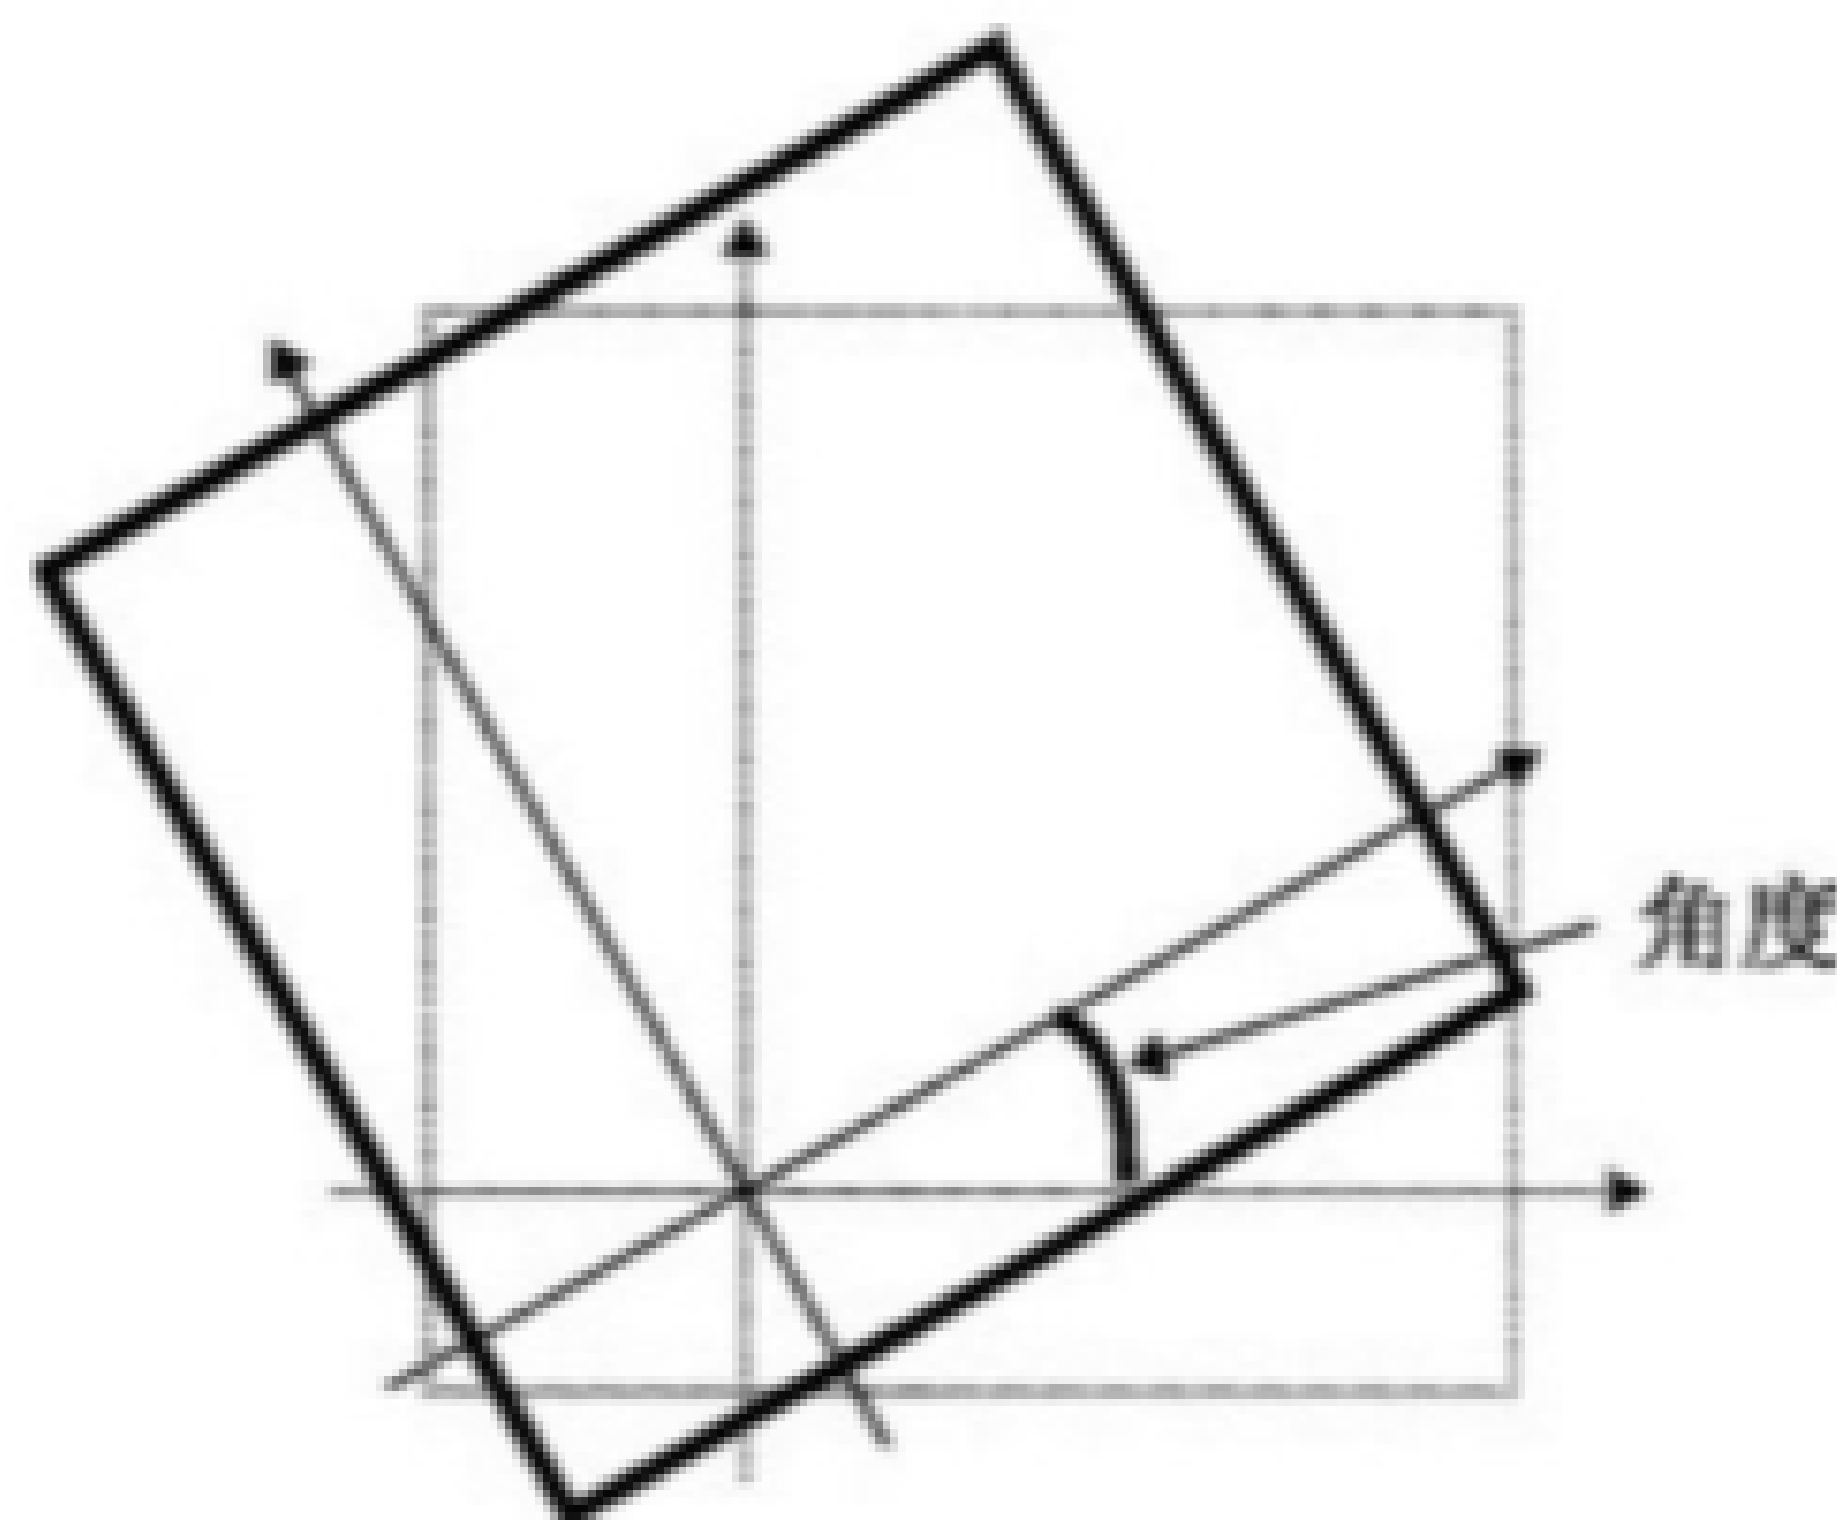

图 19 组件旋转示意图
- e) `angle`:此属性定义逆时针旋转相对于形状的参考点的角度,如图 19 所示。如果没有定义角度,则将零设置为默认值,旋转角的单位由`<unit>`语句中的`<angle>`语句定义。